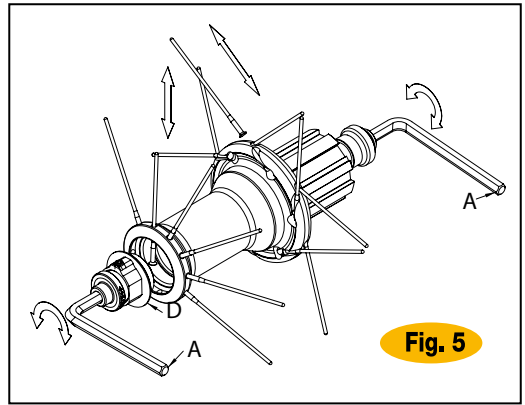

Fig. 5
- Introduzcan dos llaves Allen (A) en las tuercas de tope en los extremos de los bujes y gírenlas en sentido **horario**.
- Después de haber extraído la parte móvil, extraigan el radio a sustituir e introduzcan el radio nuevo, (Fig.5) y bloqueen firmemente la tuerca de tope móvil con un par de 15 Nm.